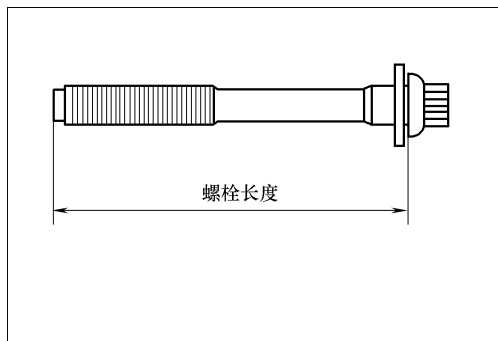

图 2-74 气缸盖螺栓长度
① 在装配气缸盖螺栓时,如图 2-74 所示,应确认螺栓长度符合限定值,若大于限定值,应更换螺栓。极限值:最大 99.4mm。